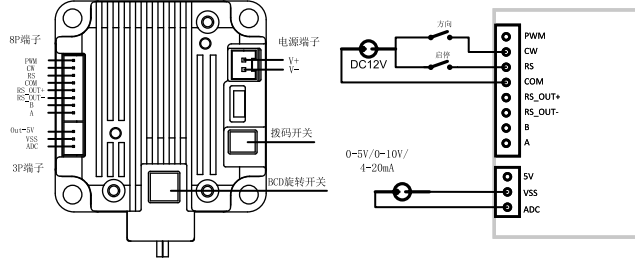
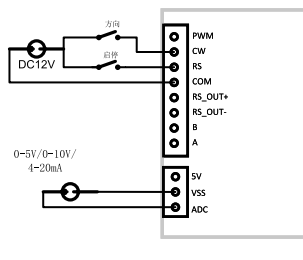

图3 尾部驱动单元展示图
图4 接线示意图
- 将随机附带的线缆按照下图3所示安装好，8P端子插在下图3标记“8P端子”上，2P端子插在下图标记“电源端子”上，具体接线参照图4和表3进行接线。